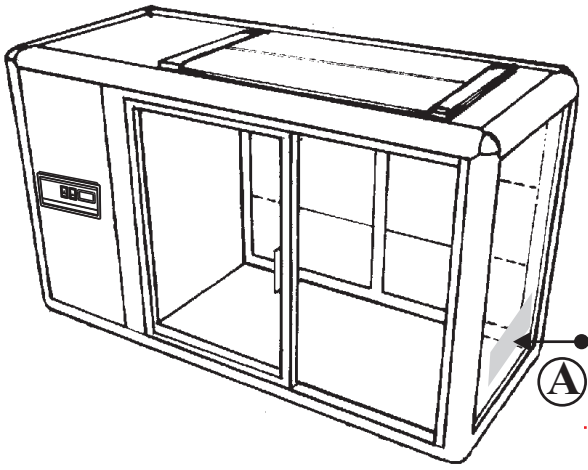

Fig.4
1. Accertarsi che la tensione e la frequenza della rete corrispondano a quelle indicate sulla targhetta **(A)** posta sull'apparecchiatura. 2. Accertarsi che la presa di alimentazione sia: **a) Dotata di un conduttore di messa a terra. b) Idonea alla corrente nominale di targa. c) Sia dotata delle protezioni secondo le norme IEC :- Interruttore magnetotermico differenziale (più comunemente salva vita) con I_n = valore nominale riportato in targa.- Differenziale con sensibilità $I_d = 30 \text{ mA}$.** 3. Verificare che l'ambiente non sia con pericolo di esplosione (AD). 4. Il cavo di alimentazione montato sull'apparecchio è: H05 VVF idoneo per ambienti interni. 5. Inserire la spina, non usate prese triple e riduzioni. **N.B:** se l'apparecchiatura durante il trasporto o lo stoccaggio è stata posta erroneamente nel verso sbagliato, lasciare riposare almeno 3 ore in posizione corretta prima di allacciare la corrente (vedi Fig.4).